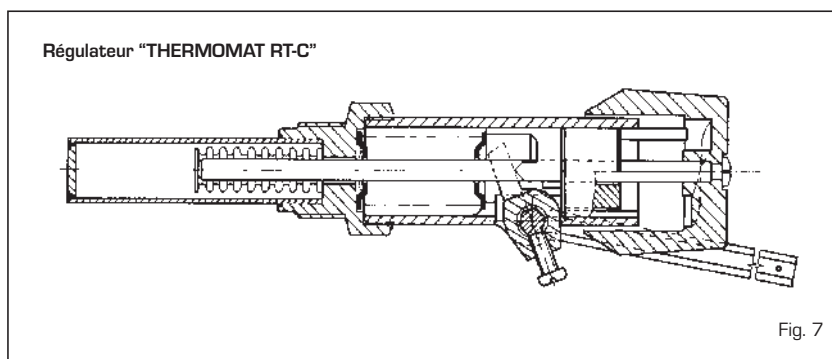

Fig. 7
4.6.1 Régulateur "THERMOMAT RT-C" (fig. 7)